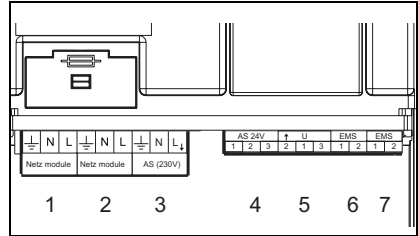
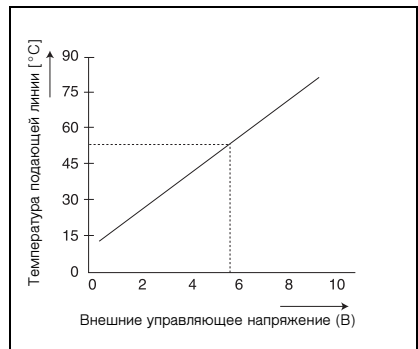
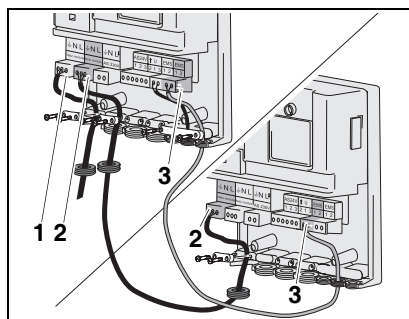

Рис. 2 Подключения
Рис. 3 Диаграмма 0 – 10В
Рис. 4 Два соединенных между собой модуля, сетевое подключение
Соедините контакты подключения EMS (рис. 2, поз. 6) на EM10 2-жильным кабелем с контактами RC (или ) отопительного котла (возможно параллельное подключение к регулятору температуры).
а) Через контакты AS 24В (рис. 2, поз. 4).
б) Через контакты AS 230В (рис. 2, поз. 3). Здесь можно подключить, например, сирену или сигнальную лампу. При возникновении неисправности эти контакты находятся под напряжением 230 В переменного тока.
С помощью сигнала 0-10 В постоянного тока (рис. 2, поз. 5) возможно регулирование по температуре подающей линии или мощности котла (рис. 3).
Этот вид регулирования активируется, когда переключены клеммы 1 и 3. См. рис. 2, поз. 5 и электросхему на стр. 47. EM10 задает отопительному котлу через сигнал 0-10 В мощность в процентах (см. таблицу 2).
Имеется возможность соединить между собой несколько различных модулей (например, EM10 и VM10). У двух или трех модулей можно соединить сетевые контакты (рис. 4, поз. 2) и контакты EMS (рис. 4, поз. 3). Внимание! Соблюдайте полярность. Общая длина кабеля шины EMS не должна превышать 100 м.
- Подключите регулятор температуры Logamatic RC к контактам EMS (рис. 4, поз. 3).
- Подключите модуль к сети 230 В переменного тока (рис. 2, поз. 1 и рис. 4, поз. 1).